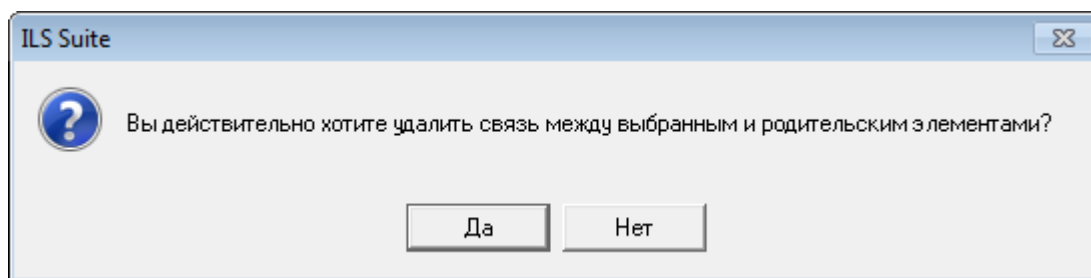

Рис. 26-7 – Диалоговое окно
- 4) В открывшемся диалоговом окне нажать «Да» для подтверждения действия (рис. 26-7).